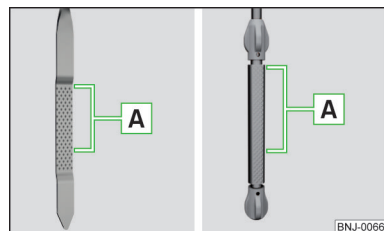

Fig. 168
Asta di livello dell'olio » fig. 168
- Il livello dell'olio non deve mai superare o scendere al di sotto del settore **A** » fig. 168 - pericolo di danneggiamento del motore e dell'impianto di scarico.